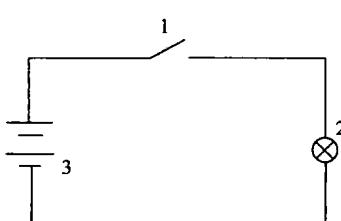

图 1-2 手电筒的电路图
在工程中，为了讨论和计算方便，往往将用一些简单的符号代表电路中的各种具体元件的图形叫电路图。图 1-2 所示为手电筒的电路图。在这个电路图中，这种电源（电池）、负载（电珠）、连接导线（金属外壳）和开关等组成的电流通路叫电路。电路就是电流通过的
电源一般有交流电源和直流电源之分。把含有交流电源的电路叫做交流电路，把含有直流电源的电路叫直流电路。图1-2所示的电源是干电池，干电池叫直流电源，所以该电路是直流电路。
(2) 负载 负载是用电设备，它的作用是将电能转换成其他形式的能量为人们做功。图1-2中的小电珠是电路的负载，它把电能转变为光能。另外电炉也是负载，它把电能转变为热能；电动机也是负载，它把电能转换为机械能。
(3) 连接导线 导线是用来连接电路的，它把电源和负载连成一个闭合回路，起着传输和分配电能的作用。
(4) 开关 开关是用于接通和断开电路的设备。